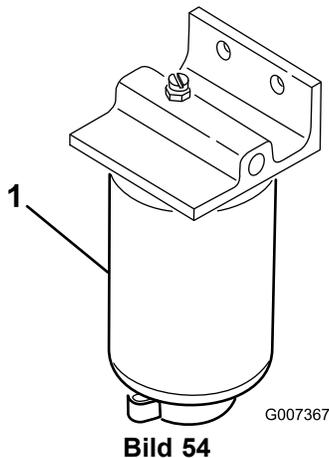

Bild 54
Entfernen Sie täglich Wasser und andere Fremdstoffe aus dem Wasserabscheider (Bild 54). Wechseln Sie die Filterglocke alle 400 Betriebsstunden aus.
2. Lösen Sie die Ablassschraube an der Unterseite der Filterglocke (Bild 54).